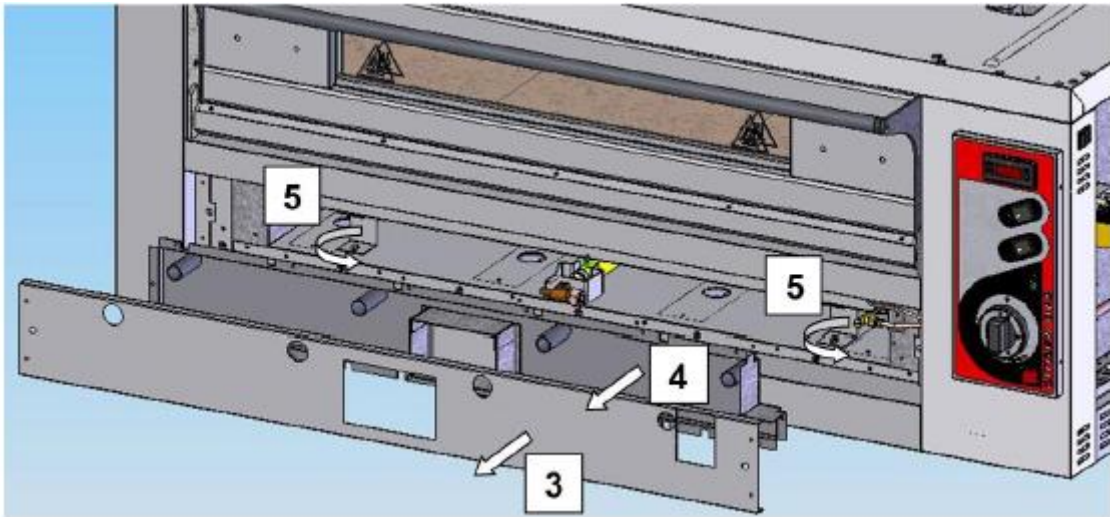

Рис. 8.10
4. Снимите третью панель с корпуса горелки, вывернув 14 винтов с помощью крестообразной отвертки (см. рис. 8.10).